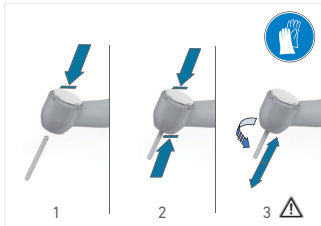

図3
1. 機器とカップリングの接続を外し、バーを取り外します（図 3 ステップ 1）。